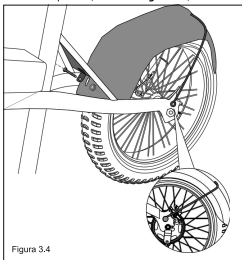

Figura 3.4
4.2: Instale o suporte do guarda-lamas no garfo inferior do quadro. (Consulte: Figura 3.4).